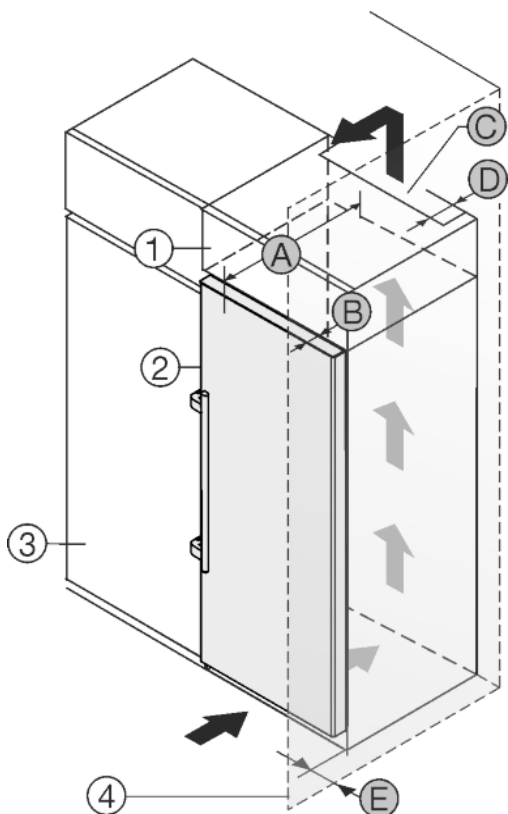

Fig. 26
Устройство может быть окружено кухонными шкафами. Чтобы уравнять устройство Fig. 26 (2) по высоте с кухонной стенкой, можно установить над устройством дополнительный шкафчик Fig. 26 (1).
Установить устройство можно непосредственно рядом с кухонным шкафом Fig. 26 (3). Чтобы можно было полностью открыть двери, устройство должно выступать на глубину Fig. 26 (B) относительно передней стенки кухонного шкафа. В зависимости от глубины кухонных шкафов и использования пристенных распорок устройство может выступать и больше.
- На задней стенке дополнительного шкафчика должен быть вентиляционный канал с глубиной Fig. 26 (D) по всей ширине этого шкафа.
- Нужно соблюдать вентиляционное отверстие Fig. 26 (C) под нижней панелью.
Если устройство установлено на шарнирах у стены Fig. 26 (4), то нужно соблюдать расстояние Fig. 26 (E) между устройством и стеной. Настолько выступает ручка при открытой двери.